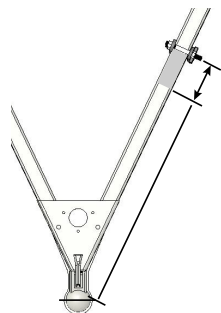

Figure 6
1. Installez les assemblages de barres entre 24 po et 27 po du centre du coupleur. (Figure 6) Cette étendue devrait vous permettre d'éviter la plupart des obstructions sur le timon de la remorque, comme les supports de batterie et des réservoirs à propane.